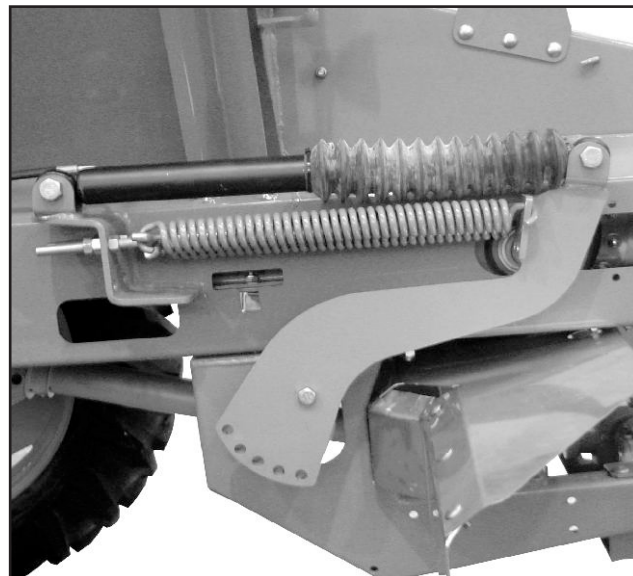

Figura 30
2) Ligue o trator, acione (pressurize) novamente o sistema conforme figura 30.
Obs.: A borracha (formato sanfona, figura 30) cód. 7415-4901-S deve estar bem vedada em suas extremidades bem como, sem furações ou cortes que possibilitem a entrada de contaminantes, o que acarretará em corrosão da haste do cilindro hidráulico, danificando-o.